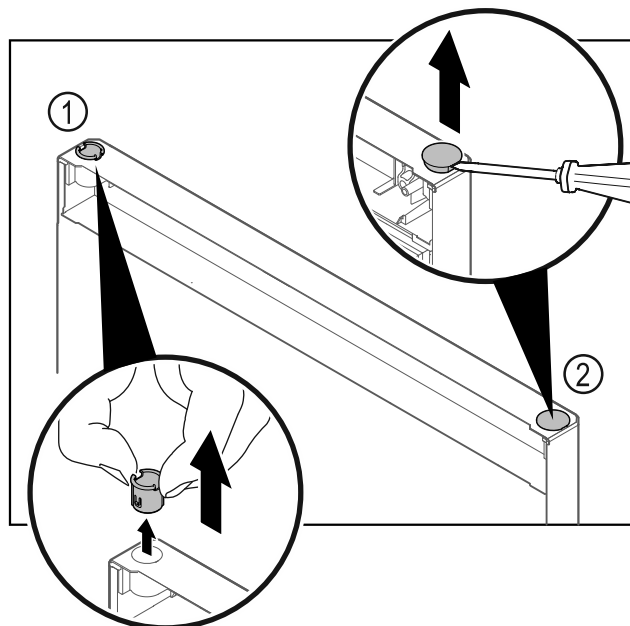

Fig. 21
- Vedä saranaholkki Fig. 21 (1) sormin pois.
- Kohota suojanastaa Fig. 21 (2) varovasti talttaruuvimeisellillä ja vedä se pois.